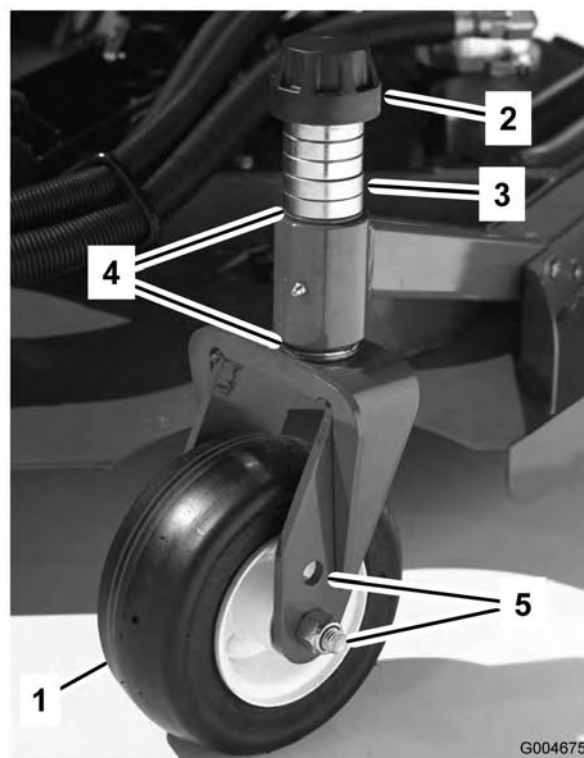
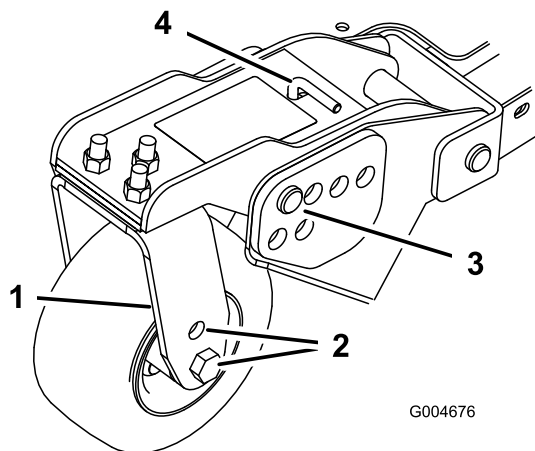
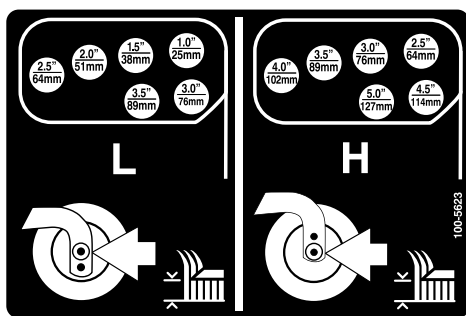

Figura 18
Figura 20
Figura 21
1. Posizionate gli assali delle ruote orientabili negli stessi fori di tutte le forcelle (Figura 18 e Figura 20). Vedere lo schema seguente per stabilire il foro corretto per la regolazione.
2. Togliete il cappuccio di tensione dall'asse del perno (Figura 18) ed estraete il perno dal braccio della ruota orientabile. Montate i due spessori (3 mm) sull'asse dei perni, come erano montati in origine. Questi spessori servono per ottenere un livellamento sull'intera larghezza degli apparati di taglio. Mettete il numero opportuno di distanziali da 12,7 mm sull'asse del perno, fino ad ottenere l'altezza di taglio richiesta, quindi montate la rondella sul perno.
4. Togliete la coppia ed i perni con testa dai bracci di rotazione delle ruote orientabili (Figura 20).
5. Girate il tenditore per alzare o abbassare il braccio di rotazione finché i fori non sono allineati con i fori della staffa dell'altezza di taglio selezionati, nel telaio dell'apparato di taglio (Figura 20 e Figura 21).